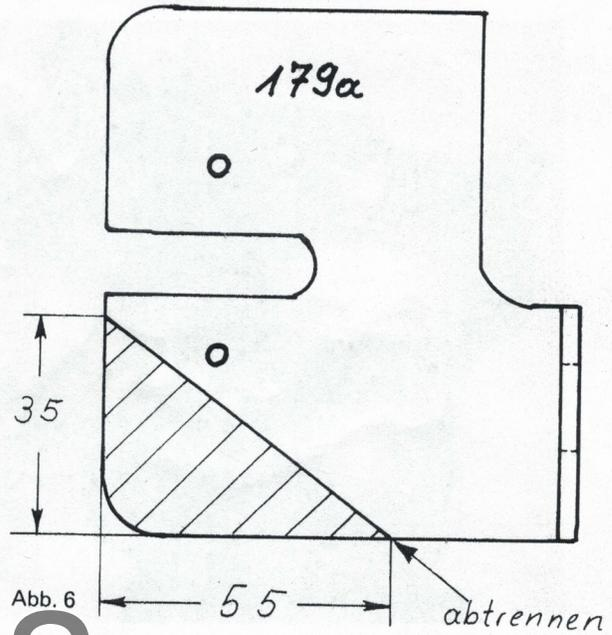

Abb. 6
Das Führungsblech (179 a) wird nun wie auf Abb. 6 ersichtlich, bearbeitet, so daß der Tupfer des Vergasers (110) noch bedient werden kann.